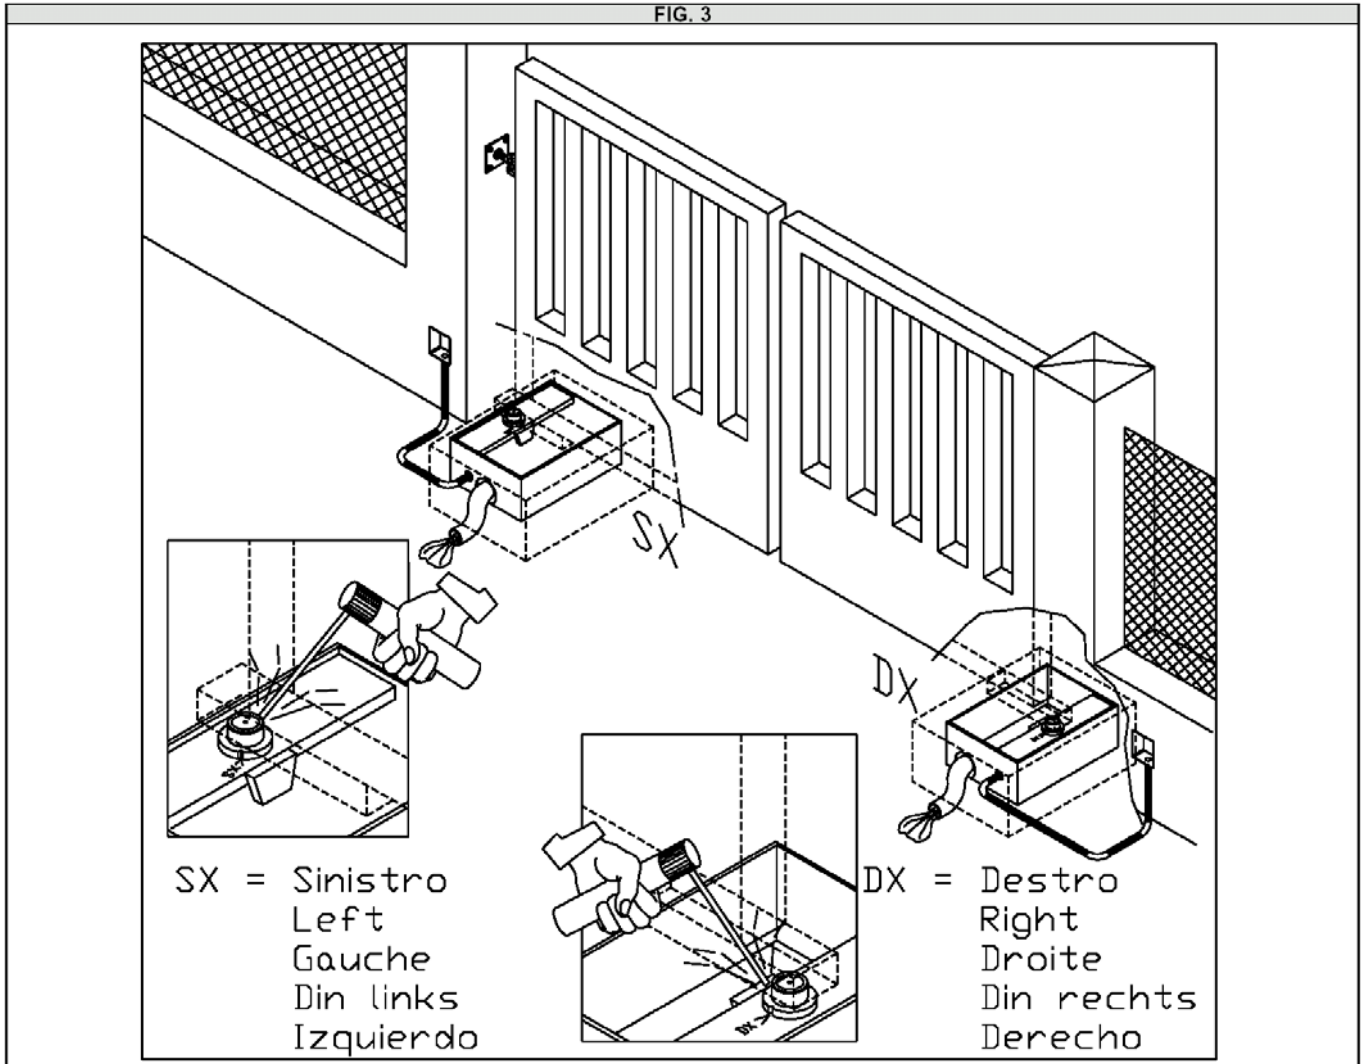

FIG. 4
- Draai de vier M12 schroeven (fig.4-rif.G) los die bevestigd zijn op de basisplaat van de operator.
- Draai gedeeltelijk de drie M12x70 schroeven (fig.4-rif.V) vast.